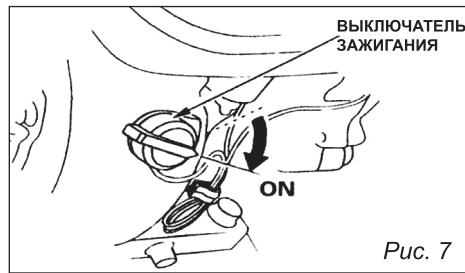

Рис. 7
- Переведите выключатель зажигания в положение включено **ON** (рис. 7).